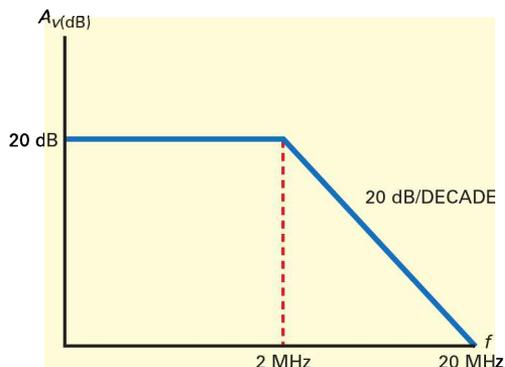

Figure 5
16.1 170 μV . 16.3 19 900; 2 000; 200. 16.5 1,59 MHz. 16.7 10,2 MHz, 250 mV_{pp}, 49 mV_{pp}; voir figure 5. 16.9 40 mV. 16.11 42 mV. 16.13 50 mV_{pp}; 1 MHz. 16.15 de 1 à 51; de 392 kHz à 20 MHz. 16.17 188 mV/ μs ; 376 mV/ μs . 16.19 38 dB; 21 V; 1 000. 16.21 214; 82; 177. 16.23 41; 1. 16.25 1; 1 MHz; 1; 500 kHz. 16.27 V_a à la saturation positive ou négative. 16.29 2,55 V_{pp}. 16.31 R_f es à 9 k Ω et non 18 k Ω . 16.33 R_1 es à 4,7 k Ω et non 470 Ω . 16.35 Ampli op a échoué.